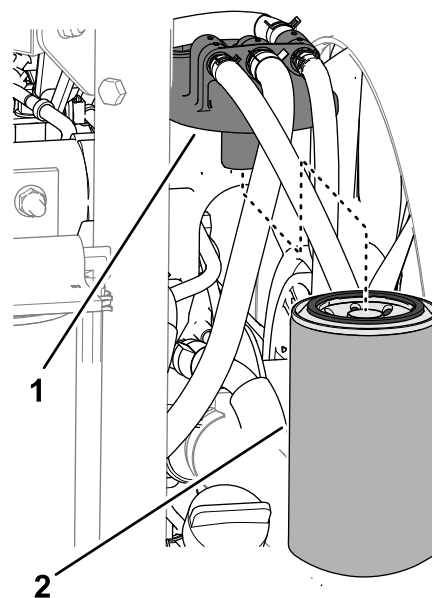

Figura 121
2. Limpie la zona alrededor de la cabeza del filtro de combustible (Figura 121).
3. Retire el filtro y limpie la superficie de montaje de la cabeza del filtro (Figura 121).